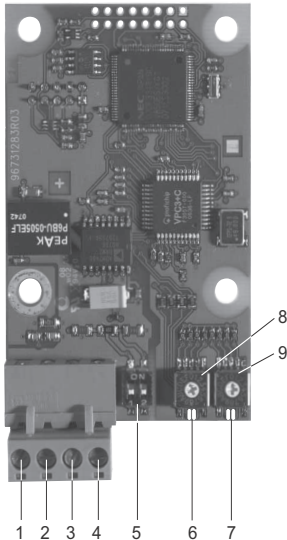

Fig. 1 Módulo CIM 1XX Profibus
O abastecimento de energia, pos. 4, fig. 1, só pode ser utilizado para os terminais externos.